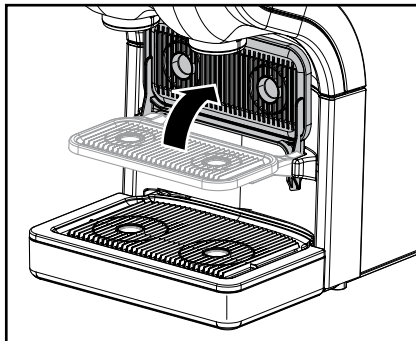

Рис. 11
- Чтобы освободить место для кувшина, откинуть подставку для чашек вверх. (Рис. 11)